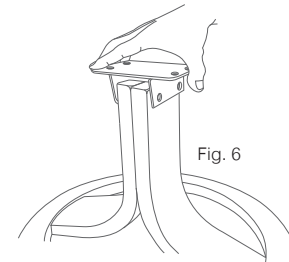

Fig. 6
STEG 6: Put top plate (H) on top of the ottoman up-rights as shown in fig. 6.
STEG 6: Topplaten (H) plasseres på toppen av beina jfr fig. 6.